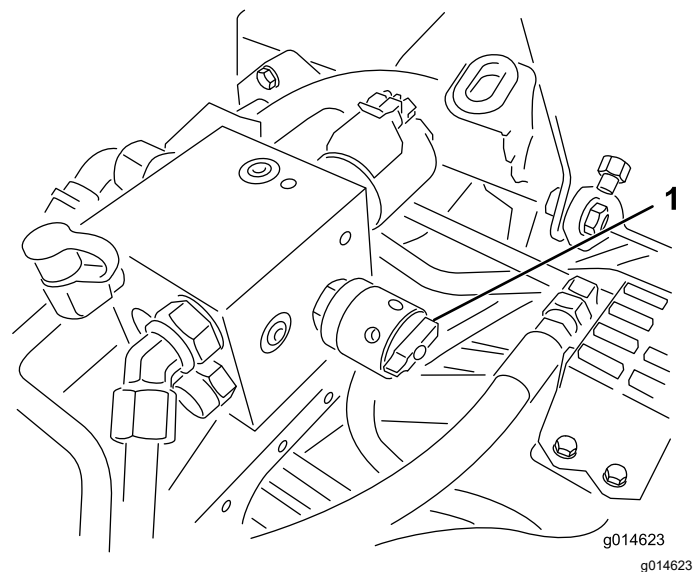

Figure 53
6. Tournez la commande de vitesse des cylindres à la position 1 (Figure 53).
4. Pour régler la vitesse des cylindres, tournez le bouton (Figure 53) jusqu'à ce que les flèches soient en face de la valeur déterminée à l'opération 3.